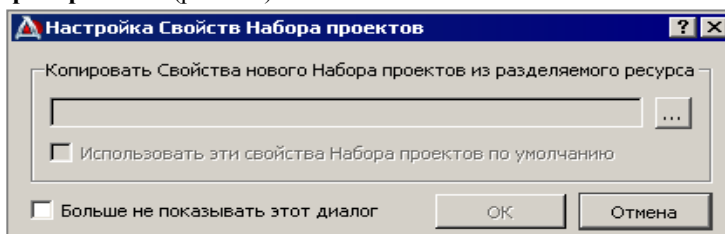
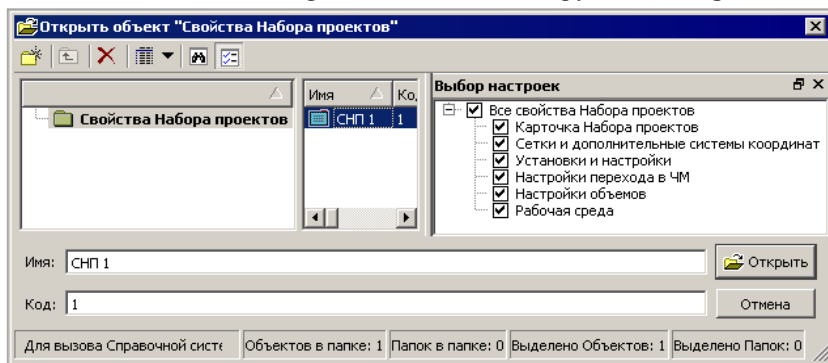

Рис. 3.1
Рис. 3.2
Сразу после вызова команды открывается диалог **Настройка Свойств Набора проектов** (рис. 3.1).
С его помощью можно использовать ранее настроенные и сохранённые в качестве разделяемых ресурсов *свойства набора проектов (СНП)*. Для этого кнопкой **Выбор** (рис. 3.1) открываем нужный файл, а при необходимости отмечаем флажками отдельные группы СНП (рис. 3.2).
Если вами будут использоваться свойства набора проектов по умолчанию, то диалог (рис. 3.1) можно закрыть или нажать кнопку **Отмена**.
Если установить флажок для параметра **Больше не показывать этот диалог** (рис. 3.1), то выбор свойств при следующих открытиях набора проектов станет невозможен.
**На заметку** *Если в диалоге настройки СНП (рис. 3.1) установить флажок для параметра **Использовать эти свойства Набора проектов по умолчанию**, то при следующем открытии НП требуемые свойства будут уже выбраны.*